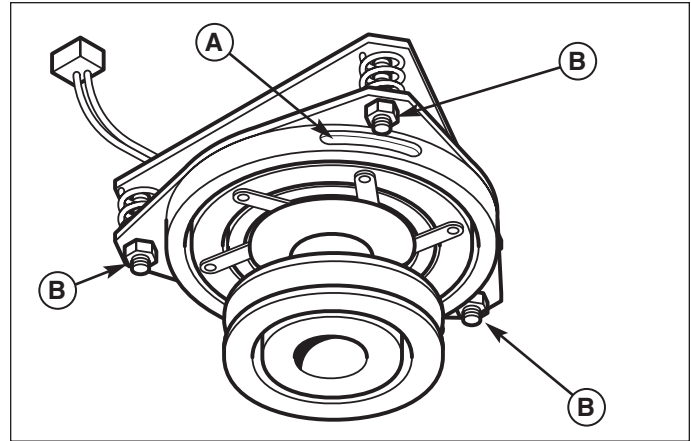

Figure 48. Réglage de l'embrayage de la PDF
2. Voir la figure 48. Noter la position des 3 orifices de réglage (A) situés sur le côté de la plaque de freins et les écrous de réglage à filetage autofreinant (B).
4. Serrer alternativement les écrous de réglage (B, figure 48) jusqu'à ce que la face du rotor et la face de l'induit entrent juste en contact avec la jauge.